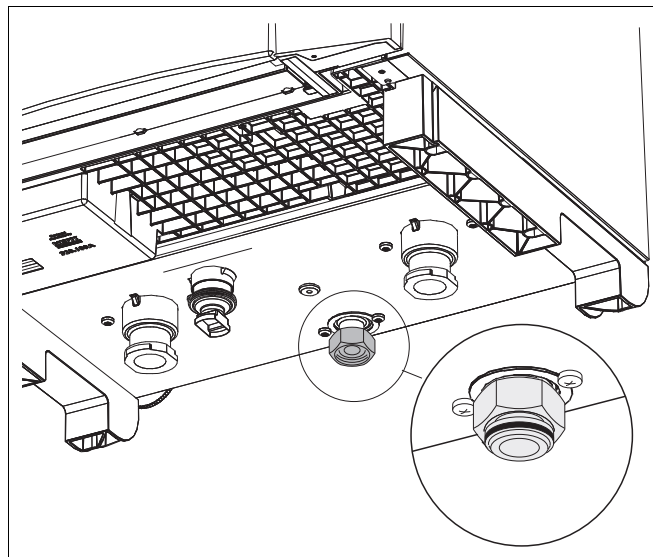

Fig. 12 Garnitură de cauciuc
- Fiți atenți ca garnitura plată de cauciuc montată în prealabil să se afle în îmbinarea de șuruburi (a cazanului) (fig. 12, lupă).